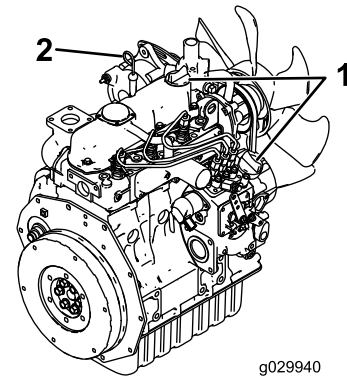

Bild 25
4. Reinigen Sie den Bereich um den Ölpeilstab und den Ölfülldeckel (Bild 25).